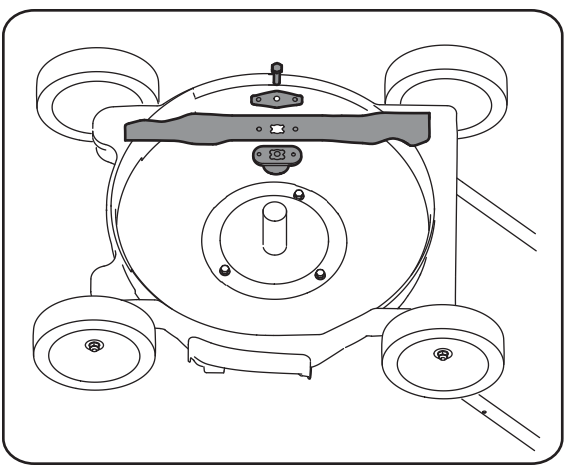

Figure 6-2
3. Enlevez le boulon et le support de la lame qui maintiennent la lame et l'adaptateur sur le vilebrequin. Voir la Figure 6-2.
- Figure 6-2. Placez la lame, le côté sur lequel la mention «Bottom» (ou le numéro de pièce) apparaît, à l'opposé de l'adaptateur. Alignez le support de la lame sur celle-ci en enfoncez les pattes dans les trous de la lame, puis insérez le boulon hex.